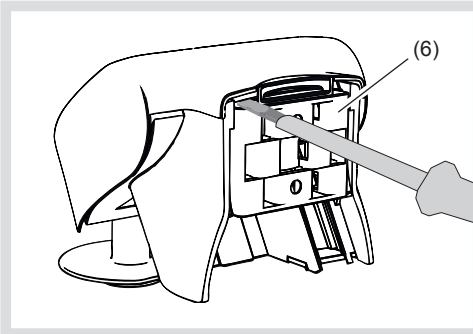

Figura 4: soltar la fijación a pared/mástil
La estación meteorológica se suministra con una fijación a pared y a mástil (6). Esta se encuentra encajada en la parte posterior en el momento del suministro (figura 4).
- Soltar con cuidado la fijación a pared/mástil (6) utilizando un destornillador y sacarla empujándola hacia abajo (figura 4).